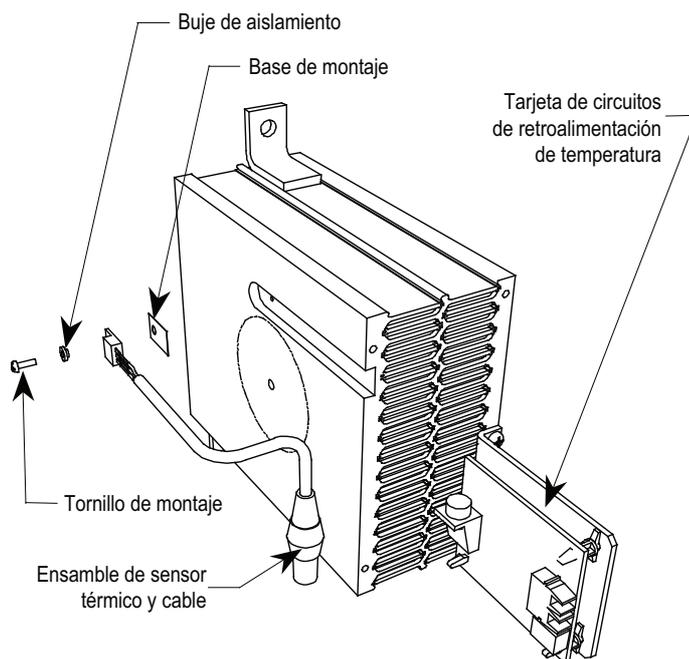

Figura 37 – Reemplazo de sensor térmico (modelo estándar)
11. Observe la pequeña diferencia de voltaje entre el sensor térmico y su disipador térmico. Para obtener funcionamiento correcto monte la base de aislamiento pequeña entre el sensor térmico y el disipador térmico, y el buje de aislamiento entre el tornillo de montaje del sensor térmico y el sensor térmico (vea la Figura 37).